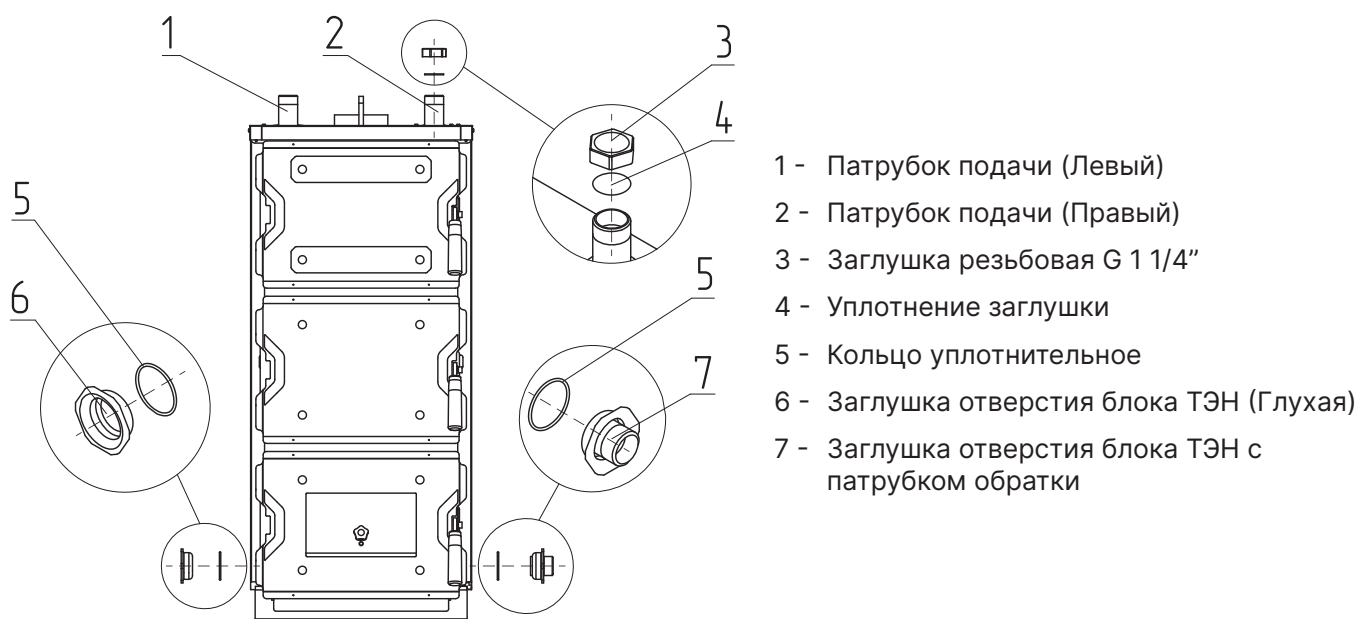

Рис.9 Подключение к системе отопления и блока ТЭН
1. Изменить подключение подвода теплоносителя с левого (**Рис.9, поз.1**) на правый (**Рис.9, поз.2**) патрубок подачи.
2. Поменять местами заглушку отверстия блока ТЭН (**Рис.9, поз.6**) и заглушку отверстия блока ТЭН с патрубком обратки (**Рис.9, поз.7**).
Внимание! На неиспользуемом патрубке (**Рис.9, поз.1** или **поз.2**) обязательно должна быть установлена заглушка (**Рис.9, поз.3**) с уплотнением заглушки (**Рис.9, поз.4**). Так же на неиспользуемом патрубке в нижней части котла обязательно должна быть установлена заглушка (**Рис.9, поз.6**).
- Блоки ТЭН могут быть установлены вместо заглушки в нижней части котла (**Рис.9, поз.6**);